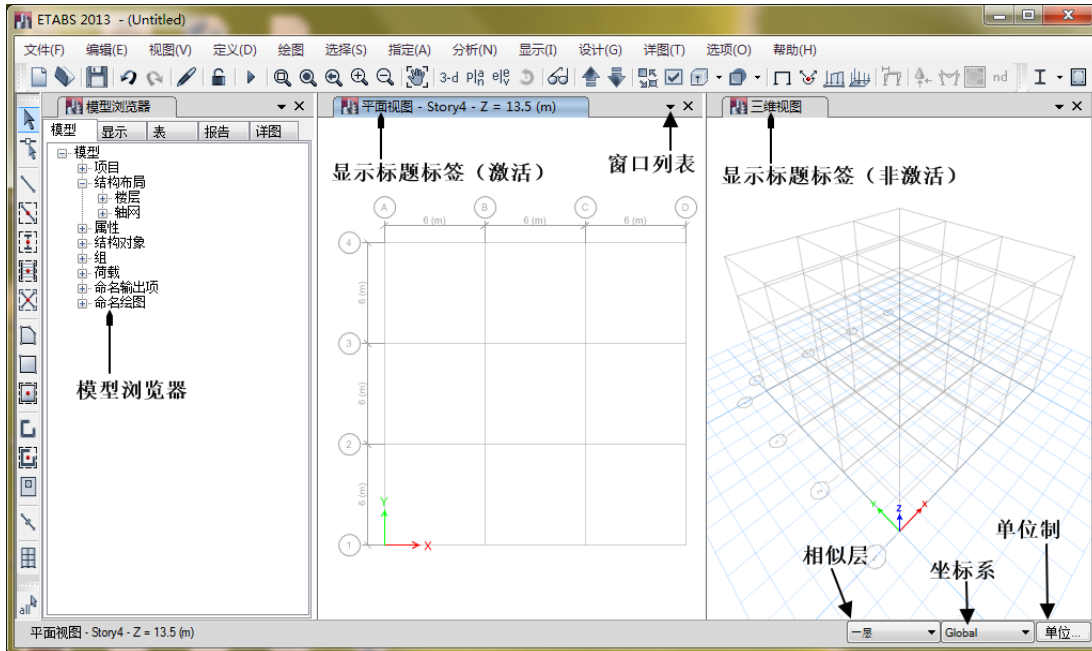

图 2-3 ETABS 主窗口
- 4) 点击**确定**按钮，返回主窗口并显示新建的轴网，如图 2-3 所示。
如图 2-3 所示，默认的 ETABS 主窗口以两个视图显示，左侧为**平面视图**，右侧为**三维视图**；通过**窗口列表**按钮可以增加视图数量；点击窗口列表旁边的**关闭[X]**按钮，可以关闭视图。